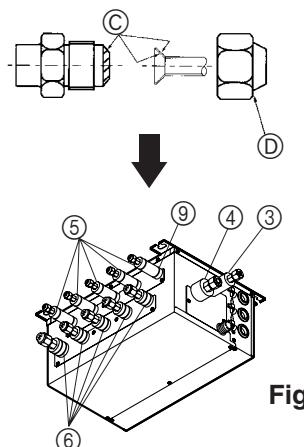

Fig. 7-2
- © Geçme yuvasının tüm yüzeyine soğutucu yağı (Fig. 7-2) sürün.
- ⑤ Temel olarak, gövdede takılan geçme somunları kullanın (piyasadan edineceğiniz geçme somunlar çattayabilir).